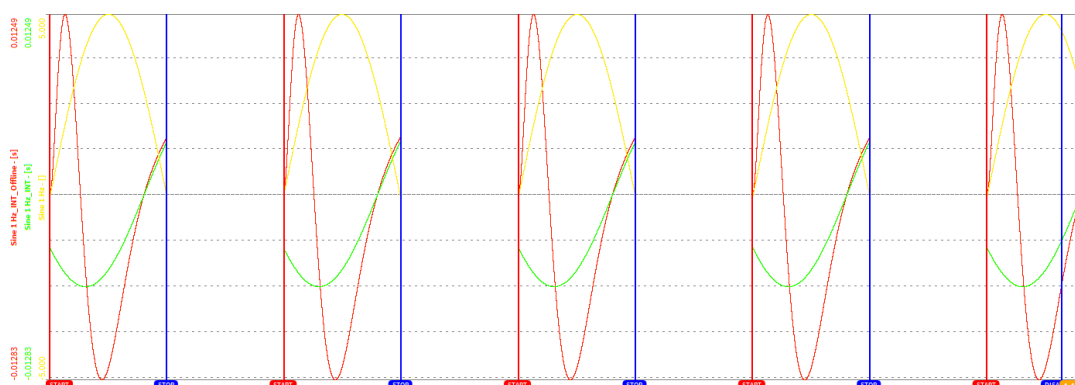

Abb. 7.179: Abweichung zwischen offline und online berechneten Filterkanälen im Fall einer ereignisgesteuerten Aufzeichnung
- Bitte beachten Sie, dass ein offline erstellter Filterkanal sich von einem online Filterkanal unterscheidet, z.B. am Anfang der Datei oder im Fall von ereignisgesteuerten Aufzeichnungen (siehe *Triggerereignisse*). Im Beispiel, dargestellt in *Abb. 7.179*, ist der grüne Kanal ein online berechneter Integrator, angewendet auf den gelben Analogkanal, und der rote Kanal ist ein offline berechneter Integrator, auch angewendet auf den gelben Analogkanal, mit denselben Einstellungen. Die Abweichung zwischen dem grünen und roten Kanal entsteht aufgrund dessen, da der offline berechnete Integrator am Anfang jedes Ereignisses oszilliert, im Gegensatz zum online berechneten Integrator, da analoge Daten jederzeit verfügbar sind.